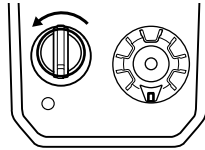

Figura 5-4
2. Gire la llave de encendido a la posición OFF (apagado) y sáquela. Consulte la Figura 5-4.